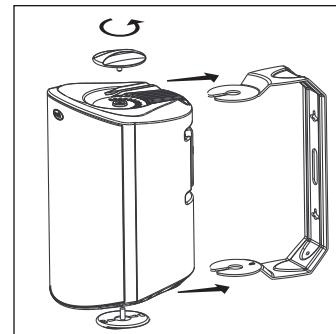

FIGURA 14: Gire os botões do suporte para remover o suporte.
12. Prenda a caixa acústica no suporte encaixando-a entre os braços do suporte. As superfícies moldadas em forma de rampa separarão um pouco o suporte e direcionarão as extremidades do suporte até as saliências rosadas. Um sistema de compressão mantém a caixa acústica no lugar e ajuda a ajustar com mais precisão sua direção. [figura 14].